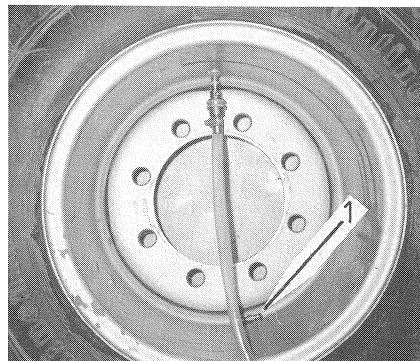

Bild 60
5. Lösung von einem höher liegenden Behälter einlaufen lassen (Bild 60).
6. Von Zeit zu Zeit Entlüftungsknopf am Reifenfüllventil betätigen (Bild 60/1).
5. Let the solution flow in from a higher positioned reservoir (fig. 60).
6. Actuate air-release-button at the tyre inflator valve from time to time (fig. 60/1).
5. Placer le récipient avec la solution à un endroit plus haut que le pneu pour un remplissage sous charge (fig. 60).
6. De temps à autre, ouvrir le clapet de purge d'air se trouvant sur la vanne de remplissage (fig. 60).